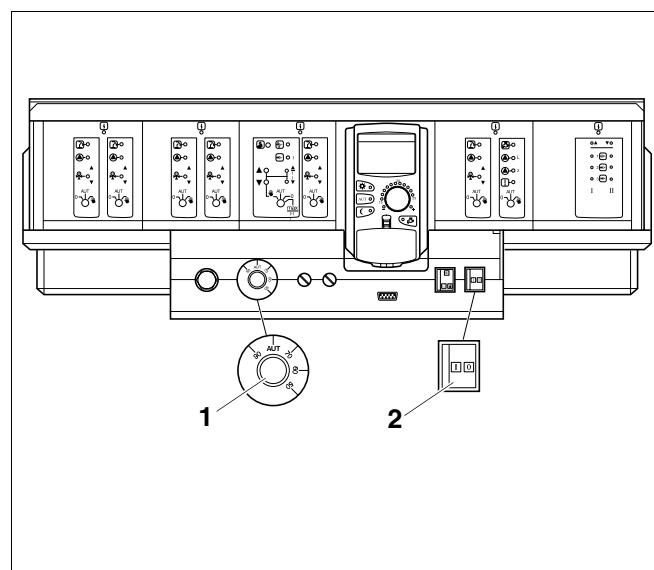

Рис. 3 Система управления Logamatic 4000
Включите отопительный котел на системе управления рис. 3. При включении системы управления запустите горелку в автоматическом режиме. Затем горелка может стартовать от системы управления. Дальнейшую информацию по этому вопросу Вы найдете в соответствующей инструкции по эксплуатации системы управления.
- Установите пусковой выключатель (рис. 3, **поз. 2**) в положение "I" (Вкл.).
- Установите регулятор температуры котловой воды (рис. 3, **поз. 1**) в положение "AUT". Для поддержания постоянной температуры установите нужную температуру (минимум 65 °C).
- Установите пусковой выключатель (рис. 3, **поз. 2**, страница 7) в положение "0" (ВЫКЛ.).
- Установите пусковой выключатель на системе управления (рис. 3, поз. 2, стр. 7) в положение "0" (Выкл.).
- Спустя примерно три секунды переведите пусковой выключатель на системе управления (рис. 3, поз. 2, стр. 7) в положение "I" (Вкл.).